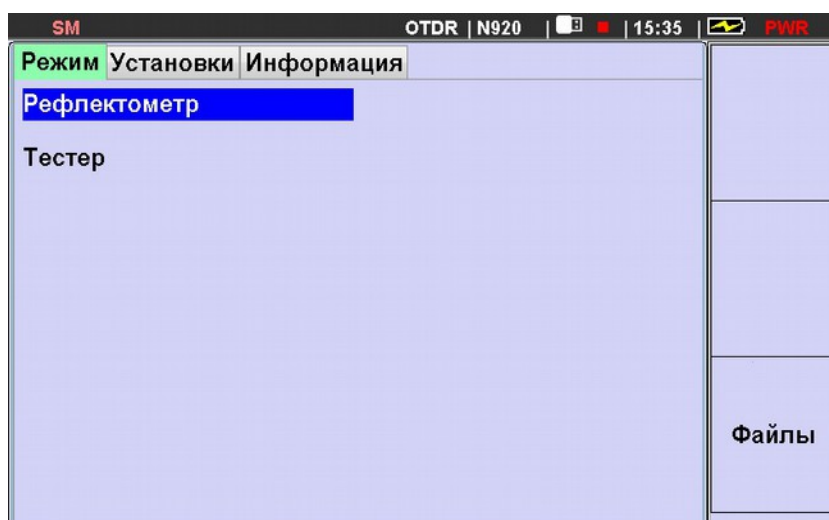

Рис. 4.4. Окно главного меню. Вкладка «Режим»
**Включение:** Чтобы включить прибор нажмите и удерживайте кнопку «Вкл./Выкл.» до появления звукового сигнала. После короткого звукового сигнала на дисплее на несколько секунд появится информация о наименовании модели прибора, его серийном номере и номере версии внутреннего ПО, затем на дисплее прибора появится окно главного меню (Рис.4.4).
Окно Главного меню содержит три вкладки: «Режим», «Установки» и «Информация». Переключение между вкладками производится кнопкой «Таб.», по кольцу слева на право. Перемещение по пунктам меню на вкладке производится с помощью кнопок «Стрелка вниз» и «Стрелка вверх». Для выбора пункта нужно нажать кнопку «Ввод». Для возврата в Главное меню используется кнопка «Назад». Вкладка «Режим» Главного меню предназначена для выбора режимов работы прибора (Рис.4.4): рефлектометр или тестер.
Режим предназначен для регистрации рефлектограммы оптоволоконной линии, определения расстояния до отражающих и неотражающих неоднородностей, измерения затухания линии, качества сварки и оптических соединителей. Для перехода в режим рефлектометра выберите строку «Рефлектометр» в окне Главного меню и нажмите «Ввод» (см. п. 4.4, рис.4.4). На дисплее прибора отобразится окно с четырьмя вкладками: «Измерение», «События», «Волокно» и «Кабель-инфо».